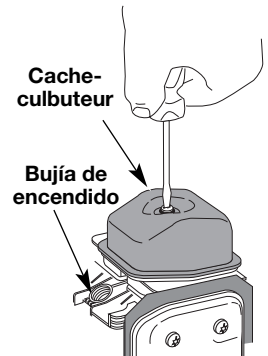

Fig. 52
- Limpie la suciedad de alrededor de la cubierta del brazo oscilante. Saque el tornillo que sostiene la cubierta del brazo oscilante con un destornillador grande de vástago plano o con una broca Torx T-25 (Fig. 52). Saque la cubierta y la junta del brazo oscilante.